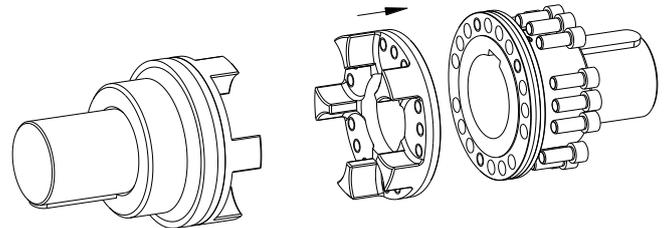

Bild 18: Montage des Mitnehmerflansches
- Setzen Sie den Mitnehmerflansch vor den Kupplungsflansch (siehe Bild 18).